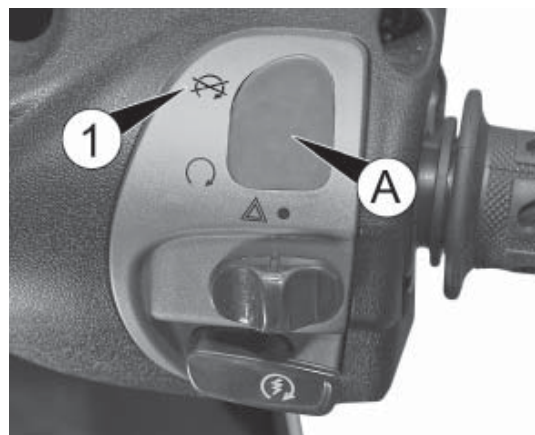

Abb. 3
1. den Motor-Stopp-Schalter A Abb. 3 in Position 1 drücken und den Zündschlüssel in Position lassen